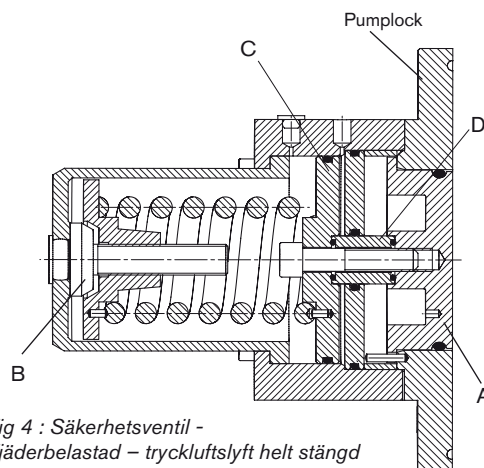

Fig 4 : Säkerhetsventil -
Fig. 4 och 5 återger konstruktionen hos den fjäderbelastade säkerhetsventilen – med tryckluftsluft. Ventilhuvudet (A) utsätts för vätsketrycket i locket på ena sidan och för fjäderkraften på den andra sidan. Fjädern verkar inte direkt på ventilhuvudet (A) utan via kolven (C) och distanshylsan (D).
Fig. 4 återger säkerhetsventilen i helt stängt läge. Ventilhuvudet (A) är i linje med lockets framsida och CIP/SIP-ventilcyindern är helt frisläppt.